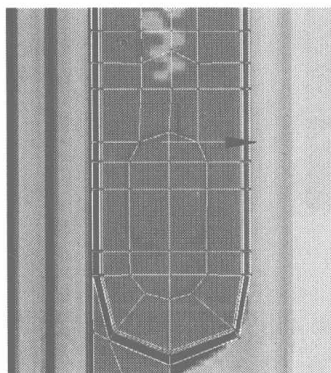
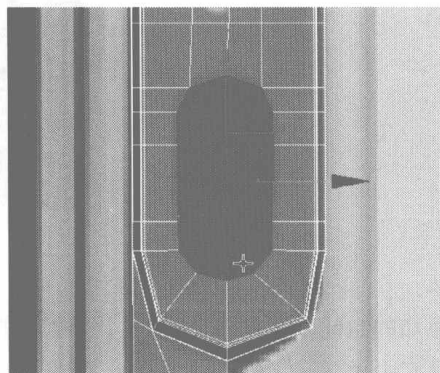

图 4.450
图 4.451
- 26** 将 Left 视图切换为 Right 视图，在如图 4.450 所示的按钮位置添加一些细分线，并对节点进行调整，再切换为面编辑，选择如图 4.451 所示的面，在 Edit Geometry 卷展栏中单击 **Detach** 按钮，在弹出的对话框中依照默认值进行设置并单击 OK 按钮，将该面单独分离出来，再将该面隐藏。